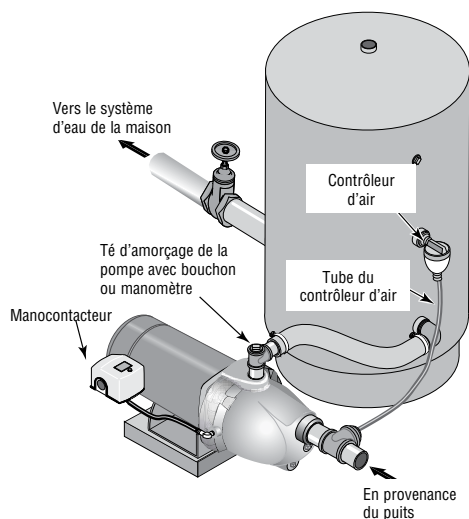

Figure 5 : Branchements sur un réservoir standard
BRANCHEMENT SUR UN RÉSERVOIR STANDARD (Figure 5)
- 1 ° Poser un té dans l'orifice de refoulement de la pompe (voir la Figure 5).